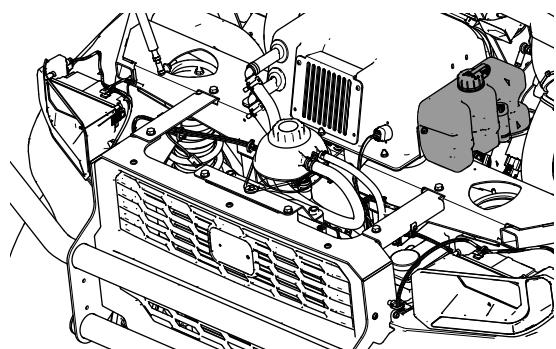

Figura 19
- 3. Se sulla macchina è stato installato il kit parabrezza in vetro e tergilavavetri, installate il contenitore del liquido lavavetri sul fianco del gruppo scatola del riscaldatore, come illustrato nella Figura 19.